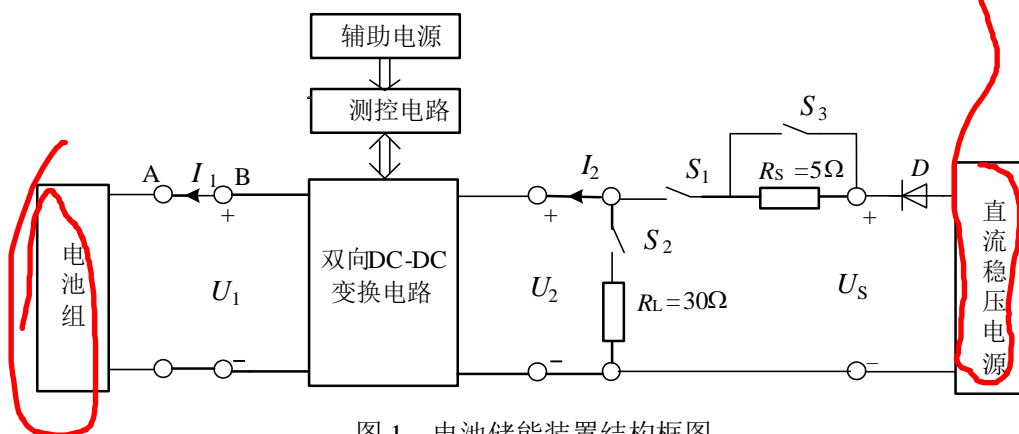

图 1 电池储能装置结构框图
设计并制作用于电池储能装置的双向 DC-DC 变换器，实现电池的充放电功能，功能可由按键设定，亦可自动转换。系统结构如图 1 所示，图中除直流稳压电源外，其他器件均需自备。电池组由 5 节 18650 型、容量 2000~3000mAh 的锂离子电池串联组成。所用电阻阻值误差的绝对值不大于 5%。
5. 基本要求（5）的测试方法：在图 1 的 A、B 点之间串入滑线变阻器，使 U_1 增加。
8. 制作时应合理设置测试点（参考图 1），以方便测试；为方便测重，应能较方便的将双向 DC-DC 变换器、测控电路与辅助电源三部分与其他部分分开。